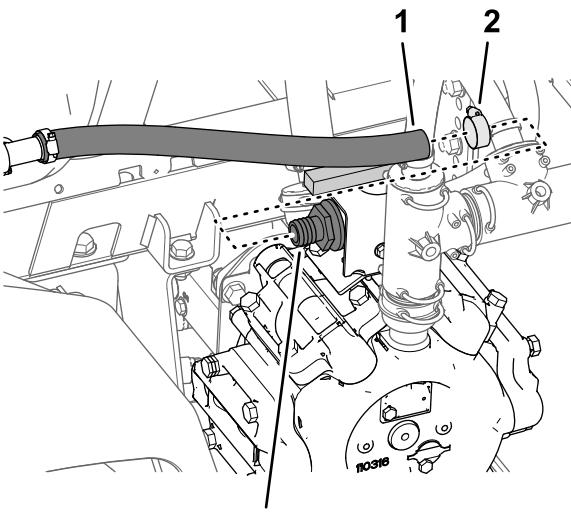

图32
2. 从宝塔形接头上卸下搅拌供水软管 图32。
1. 在打药车泵上取下将搅拌供水软管固定至球阀宝塔形接头的软管夹 图32。